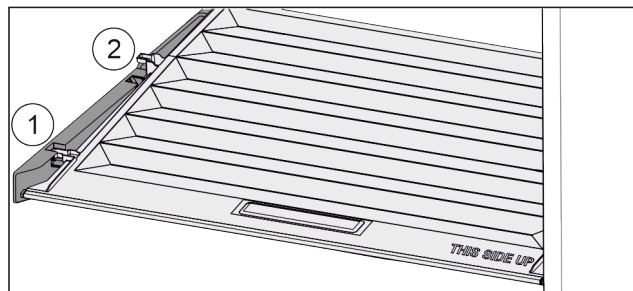

Fig. 101
- ▶ Кришку до отвору в деталях для підтримки потягнути вперед Fig. 101 (1).
- ▶ Підняти ззаду знизу та вийняти Fig. 101 (2) вгору.